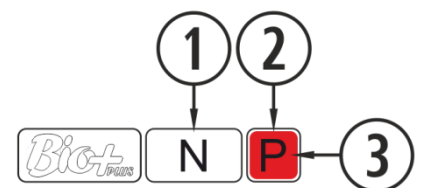

Figura 4
Per realizzare l'accensione dobbiamo premere il pulsante ☺ (pulsante on-off) sul pannello di controllo. Il punto ③ della figura 4 il suo colore cambierà a misura che passa per le diverse fasi di accensione.